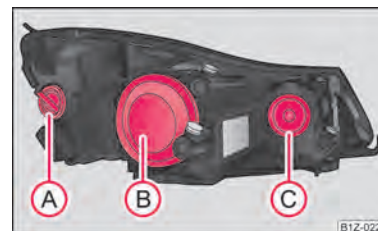

Fig. 180 Faros delanteros: Posición de montaje de las bombillas
Posiciones de las bombillas en el faro delantero ⇒ fig. 180.
- Quitar la caperuza protectora (B) ⇒ fig. 180.
- Quitar la caperuza protectora C ⇒ fig. 180.